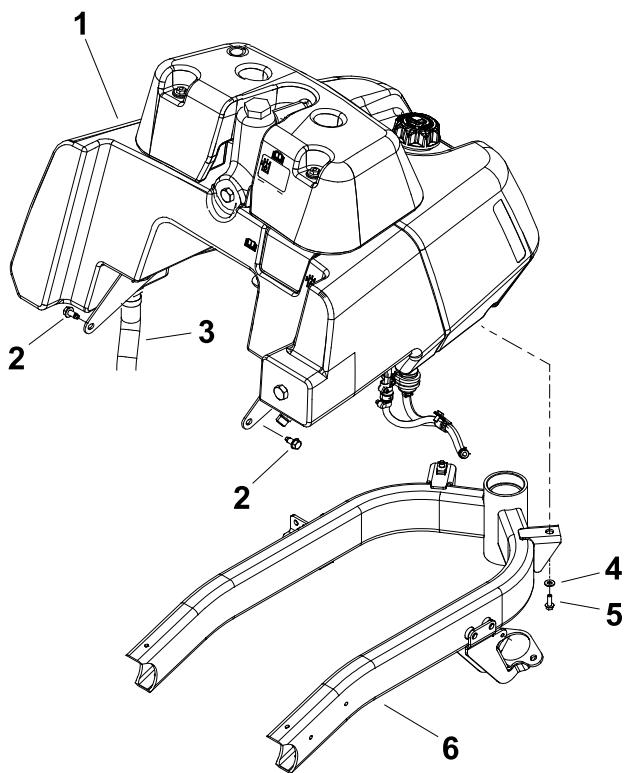

图1
- Greensmaster 3300 或 3320 机器: 图1